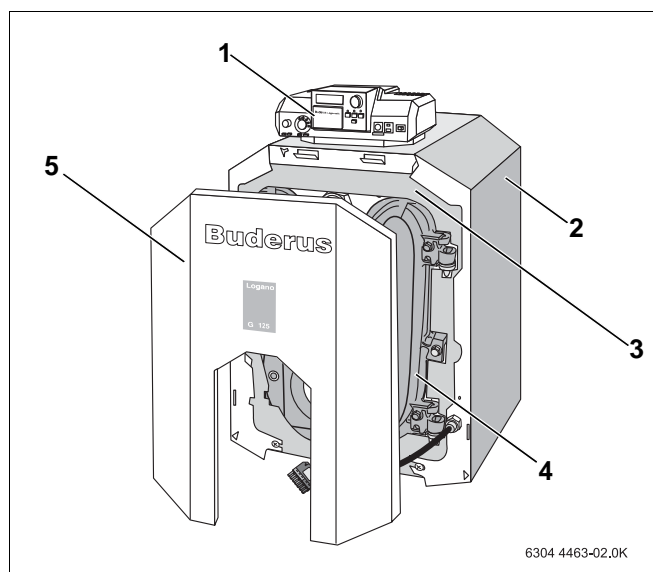

Fig. 2 Chaudière avec brûleur
2. Chaudière sans brûleur (→ fig. 2)